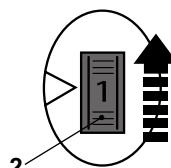

Fig. 8
- > Tournez le bouton (2) vers l'avant (c.à.d. du côté opposé à vous) pour diminuer la vitesse maximale (fig. 8). Une vitesse lente convient pour le ponçage avec une bande à gros grain et permet d'enlever la peinture et le vernis.